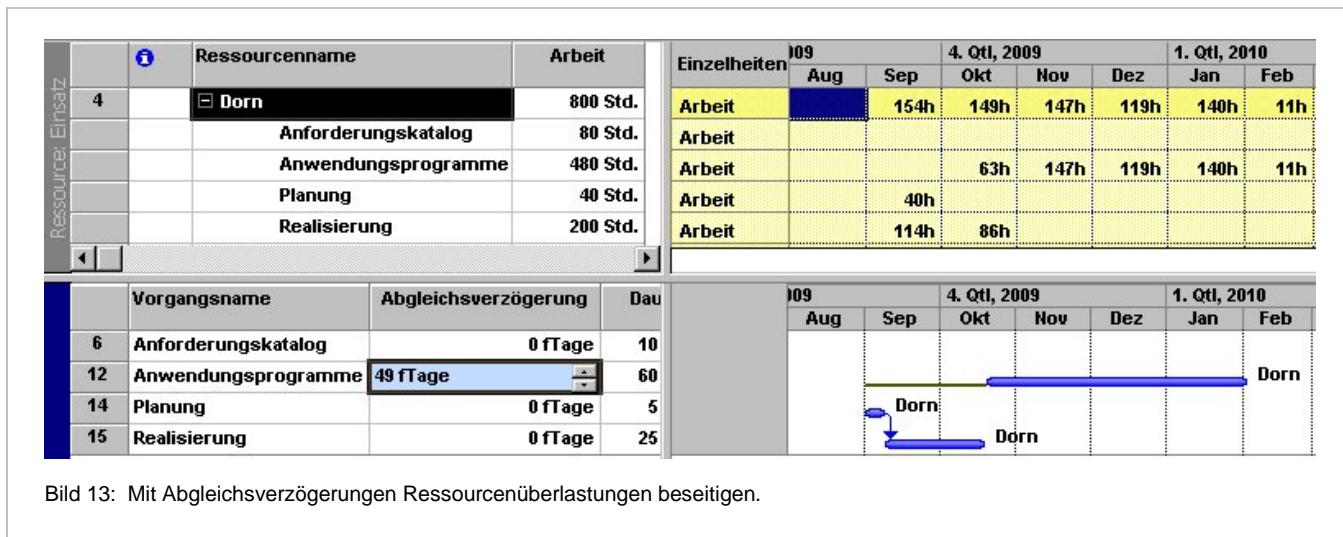

Bild 13: Mit Abgleichsverzögerungen Ressourcenüberlastungen beseitigen.
4. Vorgänge verschieben mittels des Feldes *Abgleichsverzögerung* (s.u., Bild 13) oder ganze Projektphasen verschieben durch Terminänderungen der festen Startmeilensteine (siehe Teil 2, Abschnitt "Die gekapselte Projektstruktur"). Letzteres ist einfacher, aber größer, und empfiehlt sich, wenn die überlasteten Ressourcen mehrere Vorgänge in einer Phase zu erledigen haben.